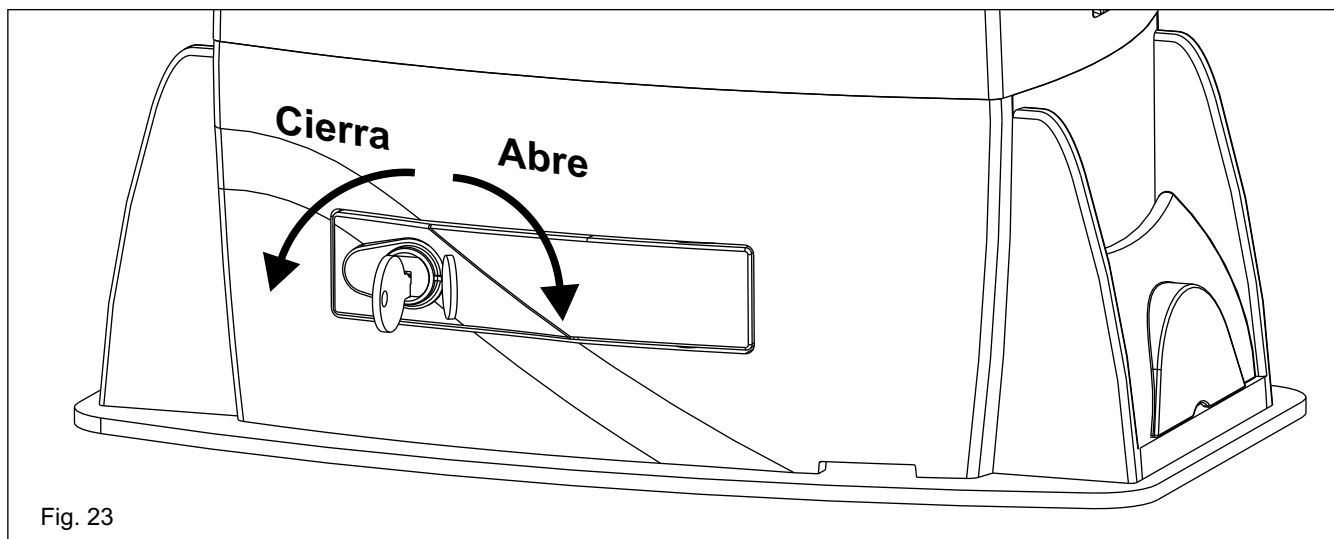

Fig. 23
- Abir el cubre cerradura, insertar la llave y rotarla en en sentido horario de 90° (Fig. 23).